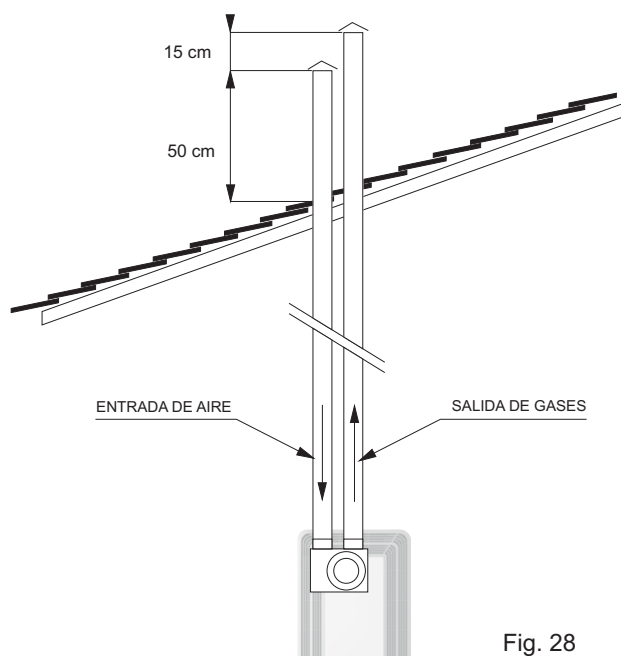
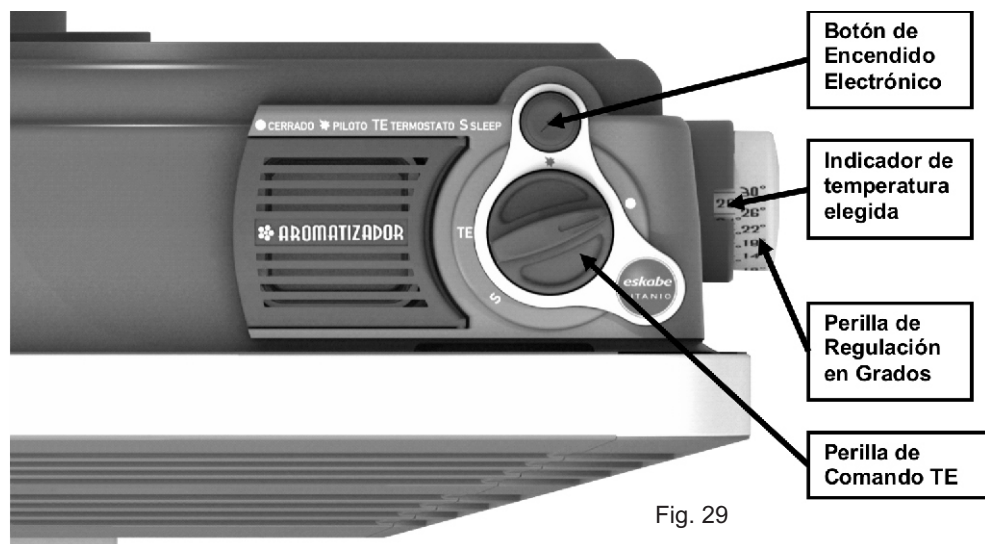

Fig. 28
Fig. 29
La selección de la temperatura ambiente, desde aproximadamente 10 °C hasta aproximadamente 32°C, se realiza mediante una cómoda **Perilla de Regulación en Grados** ubicada en el lateral derecho del calefactor (Fig. 29).
Con la **Perilla de Comando TE** (Fig. 29), ubicada en la parte superior derecha del calefactor, se realizan las operaciones básicas para el manejo del calefactor, por ejemplo, para el **Apagado Total**, para el **Encendido del Piloto** y para elegir el tipo de funcionamiento que se desea, **TE (Termostato posición Normal)** o **S (Sleep)**.
Con la **Perilla de Regulación en Grados** (Fig. 29), ubicada en el lateral derecho del calefactor, se elige la temperatura deseada para el ambiente.
Para colocar la Perilla de Regulación en Grados (Fig. 29) en la temperatura elegida, es conveniente, primero girarla hasta la posición de temperatura máxima (32 °C) y, a continuación, retroceder hasta la posición de la temperatura deseada.
- Presione a fondo la **Perilla de Comando TE** (Fig. 29) en la posición ● (Cerrado) y gírela hasta que el símbolo ★ (Piloto) quede alineado con el indicador de posición.
- Presione a fondo la **Perilla de Comando TE** (Fig .29) en la posición ● (Cerrado) y gírela hasta que el símbolo ★ (Piloto) quede alineado con el indicador de posición (fig. 28).
- Presione a fondo la **Perilla de Comando TE** y, manteniéndola oprimida, pulse el Botón del Encendido (fig. 28).